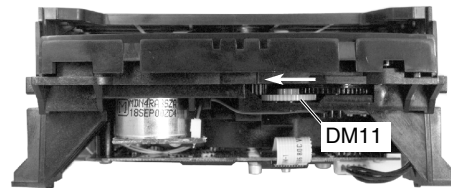

Fig. 7
- Zahnrad DM11 (Fig. 7) in Pfeilrichtung drehen bis sich die Schublade bewegt, dann komplett herausziehen.
- Turn the toothed wheel DM11 (Fig. 7) in direction of the arrow until the tray moves then pull out the tray.